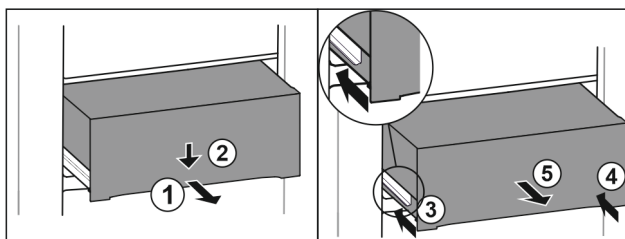

Fig. 99
- ▶ Húzza ki félig a fiókot. Fig. 99 (1)
- ▶ Nyomja le a fiók elülső oldalát. Fig. 99 (2)
- ▶ Tolja be a bal oldali sínt körülbelül 2 cm mértékben. Fig. 99 (3)
- ▶ Tolja be a jobb oldali sínt körülbelül 2 cm mértékben. Fig. 99 (4)
- ▶ Vegye ki a fiókot előrefelé. Fig. 99 (5)